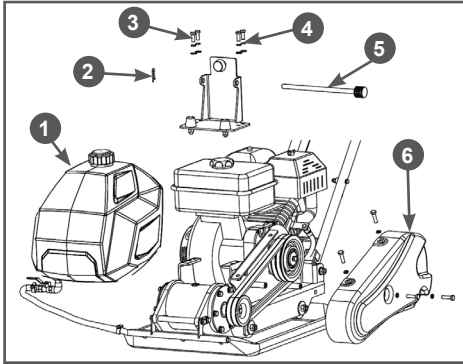

Рис. 25 Снятие бака для воды
- извлеките шплинт 2, вытяните шток 5, снимите бак 1 для воды и отложите его в сторону (Рис. 25).
- открутите болты 3 крепления кронштейна 4 бака и снимите кронштейн 4 с рамы виброплиты (Рис. 25).
2. Снимите бак для воды и отложите его в сторону (Рис. 25).
3. Открутите болты крепления и снимите кронштейн бака с рамы виброплиты (Рис. 25).